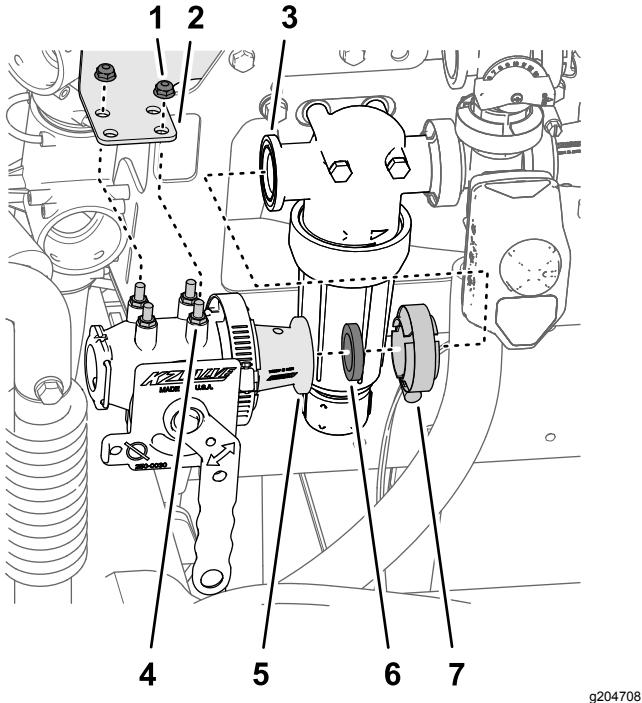

Figura 7
2. Alinee la brida del racor reductor (válvula del eyector) con la brida de la cabeza del filtro de presión (Figura 7), y con la junta que retiró en el paso 2 de Retirada de las mangueras (página 5).
3. Pase los espárragos de la cabeza del filtro de presión por los orificios del soporte de montaje de la válvula (Figura 7).
4. Conecte la brida del racor reductor a la brida de la cabeza del filtro de presión (Figura 7) con la brida de fijación que retiró en el paso 2 de Retirada de las mangueras (página 5).